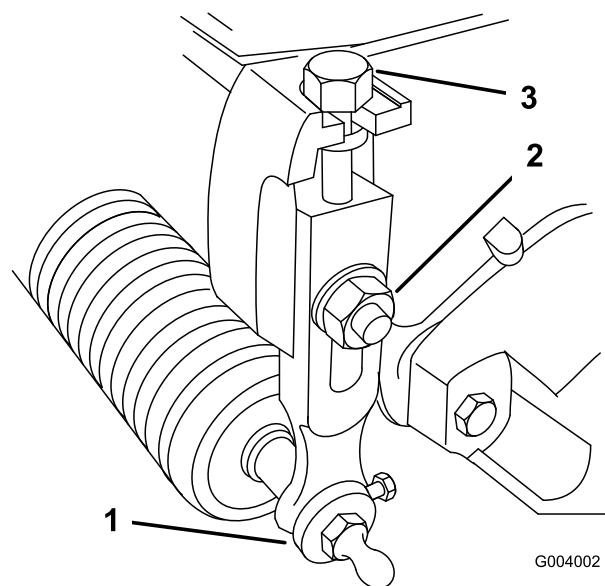

図 54
1. 刈り高アームをカッティングユニットのサイドプレートに固定しているロックナットをゆるめる（図 54）。